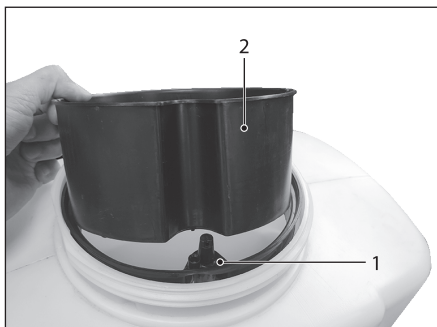

Рис. 7
1. Открутите крышку бака распыляемого вещества и, придерживая кольцо с компенсационным шлангом 1 (рис. 7), извлеките фильтр 2. Закрутите крышку бака.